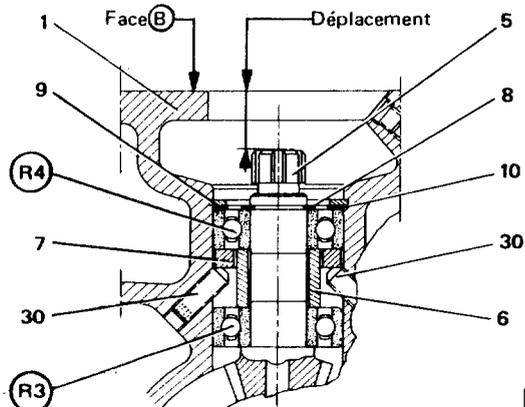

Fig. 5
- déposer les deux vis de réglage (Rep. 30), (Fig. 5)
- mesurer le déplacement du pignon à l'aide d'un comparateur en prenant la face B comme référence, (Fig. 5)